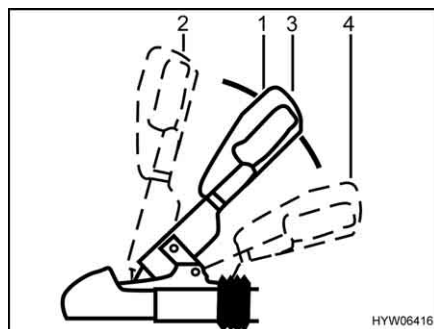

Bild 5 Säkerhetskoppling WS 3000 D
- Drag upp kopplingshandtaget (Bild 5,1) till läget "öppet" (Bild 5,2). Säkerhetskopplingen är öppen.
- Sätt den öppna säkerhetskopplingen på dragfordonets kopplingskula och släpp kopplingshandtaget. Handtaget återgår automatiskt till utgångsläget (Bild 5,3).
- Aktivera stabiliseringsanordningen. Tryck då ned kopplingshandtaget från stängt läge (Bild 5,3) till nedre stoppläget (Bild 5,4).
Avaktivera stabiliseringsanordningen, t. ex. vid rangering, drag sakta upp kopplingshandtaget (Bild 5,1) till stängt läge (Bild 5,3).